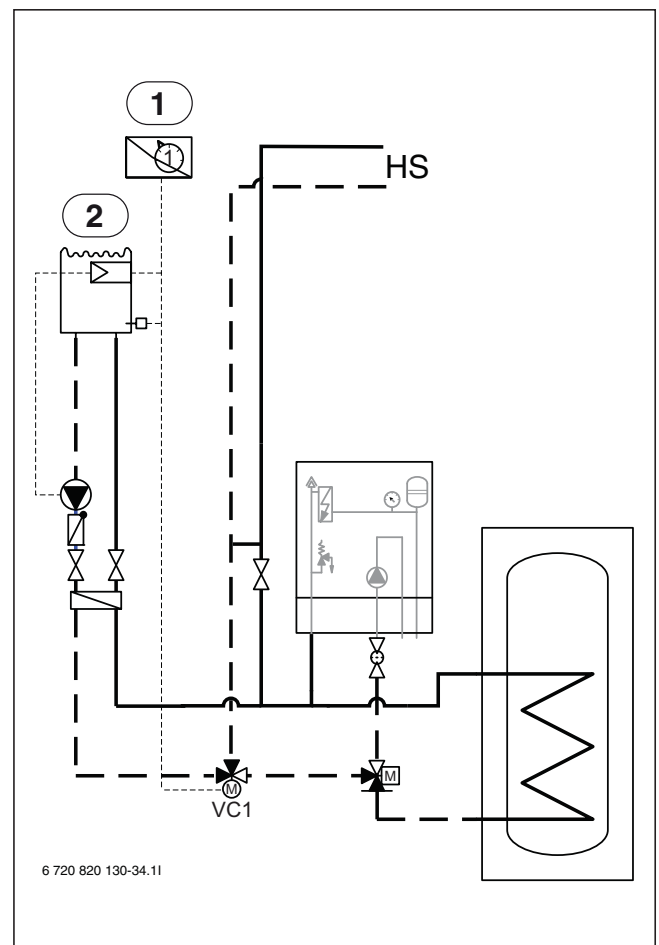

Bild 10 Poolinstallation exempelbild
- Placera poolshunten på returledningsröret till värmepumpsmodulen (→ [VC1] bild 10).